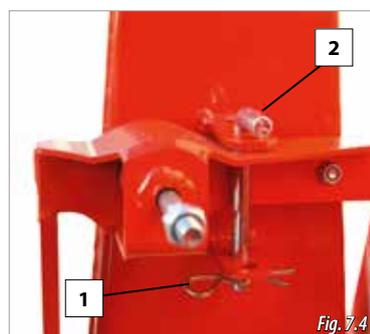

Fig. 7.4
- A. Inserire la sicura (2, Fig. 7.4) e sul retro inserire il passante (1, Fig. 7.4).
- A.** Inserire la sicura (2, Fig. 7.4) e sul retro inserire il passante (1, Fig. 7.4).